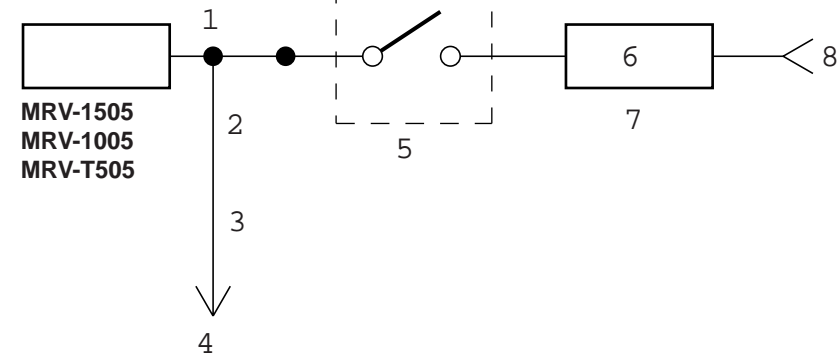

Abb. 3/Fig. 3
**Bitte überprüfen Sie Ihr Hauptgerät auf die nachfolgend aufgeführten Bedingungen: (Abb. 3)**
**Controllate la vostra unità principale seguendo l'elenco qui sotto: (Fig. 3)**
**Kontrollera om något av följande är fallet med huvudapparaten: (Fig. 3)**